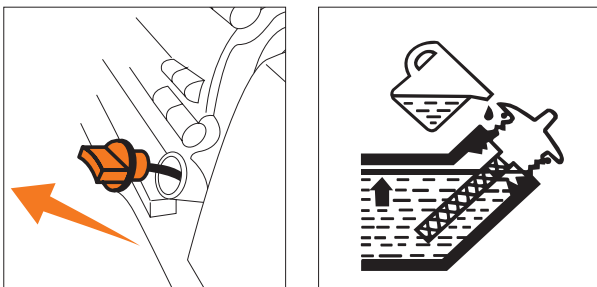

Рис. 6
- Отверните крышку маслосливной горловины (Рис. 6) из картера двигателя, достаньте щуп.
- Если уровень масла меньше нижней линии (L) на щупе, долейте масло до верхней линии (H) в картер двигателя через маслосливную горловину.